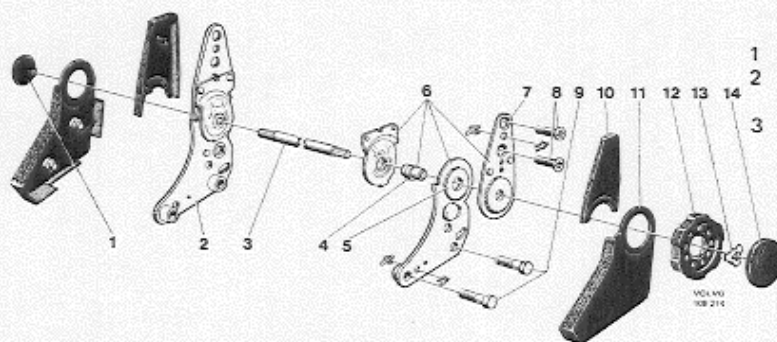
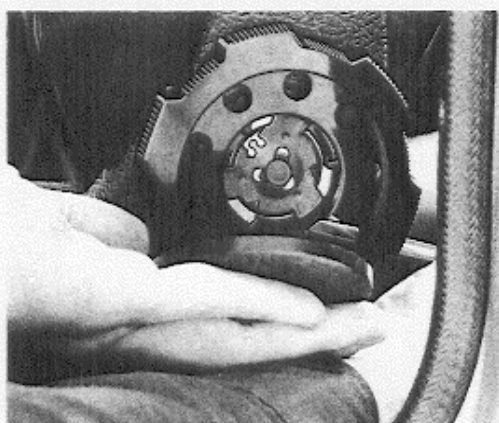

Abb. 8-10 Sitzbeschlag für Verstellung der Rückenlehne
Abb. 8-11 Herausdrücken des Blinddeckels
Der Verstellmechanismus für die Rückenlehne besteht aus zwei Beschlägen vom Zahnsegmenttyp. Der Beschlag auf der Außenseite enthält das Antriebssegment (6, Abb. 8-10) und der Beschlag auf der Innenseite ein Mitnehmersegment (2). Beide Segmente sind durch eine Welle (3) verbunden, welche die Drehbewegung des Verstellrades (12) vom Antriebssegment auf den Mitnehmer überträgt.
1. Den Blinddeckel (14, Abb. 8-10) im Verstellrad mit einem Schraubenzieher herausdrücken. Den Schraubenzieher von der Innenseite durch eines der Erleichterungslöcher im Verstellrad einführen, siehe Abb. 8-11.
3. Kunststoffkappen (10 und 11, Abb. 8-10) entfernen.
4. Befestigungsschrauben (8 und 9, Abb. 8-10) lösen und das Antriebssegment abnehmen.
5. Blinddeckel (1, Abb. 8-10) aus dem Beschlag auf der Seite des Mitnehmers mit einem Schraubenzieher herausdrücken und die Kunststoffkappen entfernen.
2. Den Zapfen der Mitnehmerwelle in die Vierkantbohrung des Mitnehmersegmentes schieben und den Beschlag mit den Schrauben 8, Abb. 8-10 an der Rückenlehne festschrauben.
3. Antriebssegment mit der achtkantigen Bohrung so auf den Zapfen der Mitnehmerwelle schieben, daß die Schraublöcher im Beschlag vor den Muttern auf der Rückenlehne zu liegen kommen. Den Beschlag mit Schrauben 8, Abb. 8-10 an der Rückenlehne festschrauben.
4. Rückenlehne mit angeschraubten Beschlägen mit den Schrauben 9, Abb. 8-10 am Sitzrahmen festschrauben.